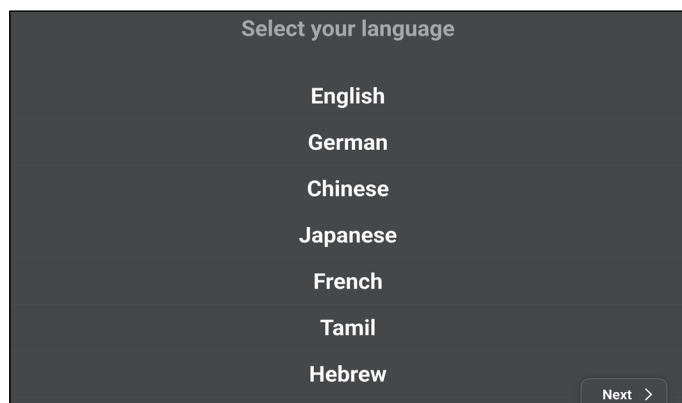

Figure 13
2. Sélectionnez votre langue préférée (Fig. 13).